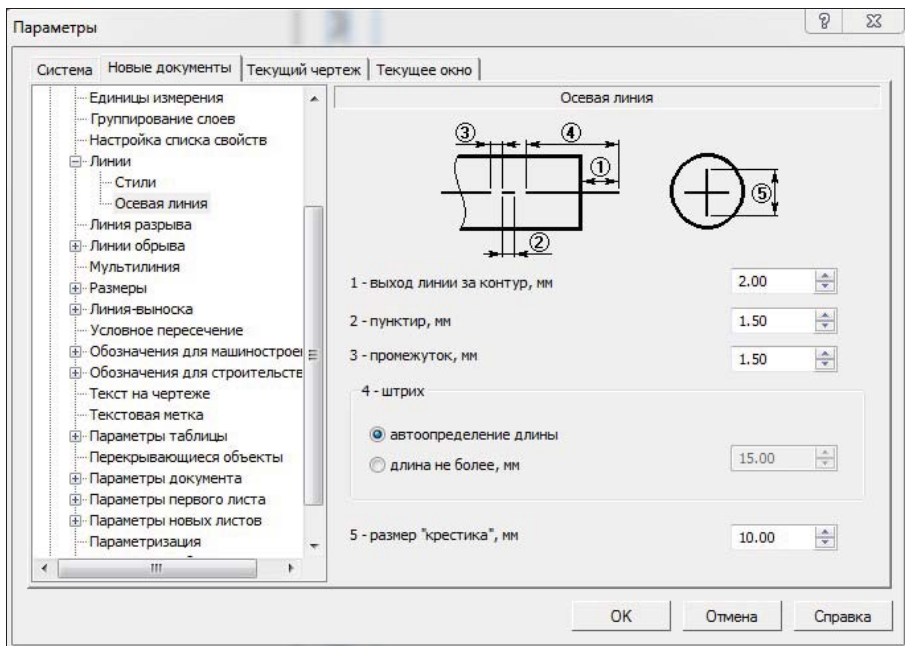

Рис. 17.16. Диалоговое окно Параметры с открытой панелью Осевая линия
- ◆ щелкните ЛК мыши по пункту **Осевая линия** — в правой части раскроется панель **Осевая линия** (рис. 17.16), с помощью которой можно изменить параметры отрисовки осевой линии и обозначения центра, в соответствии с поясняющими рисунками в полях: